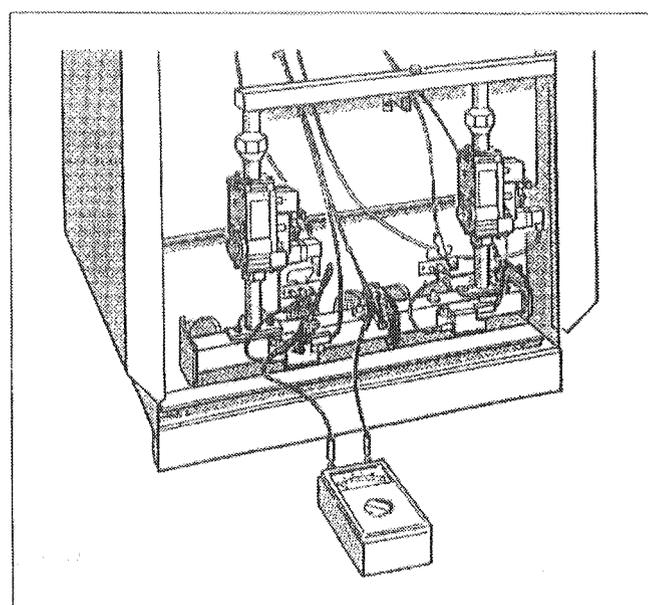

Fig. 32: Misura della corrente di ionizzazione
- Collegare in serie l'apparecchio di misura al cavo ed all'elettrodo di controllo (Fig. 32). Sull'apparecchio di misura selezionare l'intervallo di corrente continua μA .